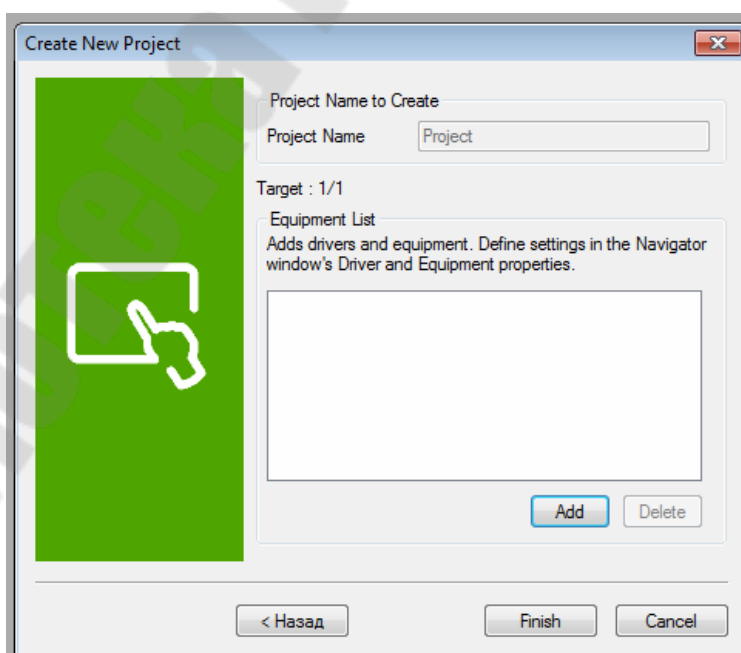

Рис. 2.4. Добавление драйверов внешнего оборудования
- Добавить драйверы внешнего оборудования (нажать *Add*) (рис. 2.4).